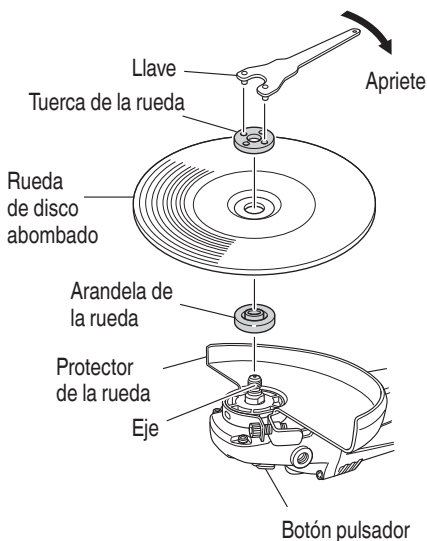

Fig. 5
10. Compruebe el botón pulsador. Cerciórese de que el botón pulsador esté desenganchado presionándolo dos o tres veces antes de conectar la alimentación de la amoladora. (Fig. 5)
Apriete la tuerca de la rueda utilizando la llave suministrada como se muestra en la Fig. 5.